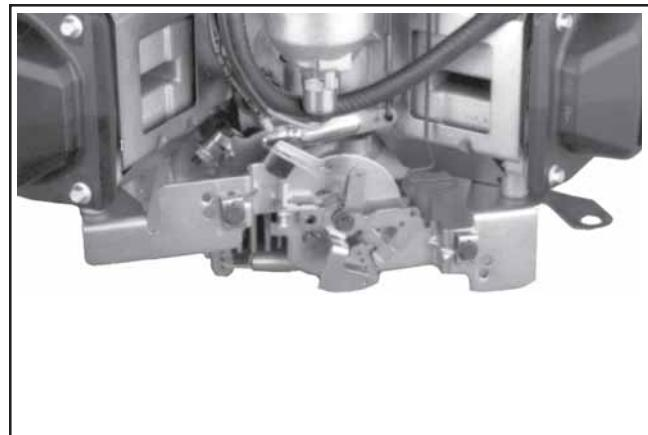

Figura 11-73. Installazione della staffa del comando standard.
2. Installare la staffa di comando dell'acceleratore standard e l'eventuale staffa di supporto del filtro dell'aria con le quattro viti esagonali. Serrare le viti a 7,3-10,7 N·m (65-95 in. lb.). Vedere Figura 11-73.